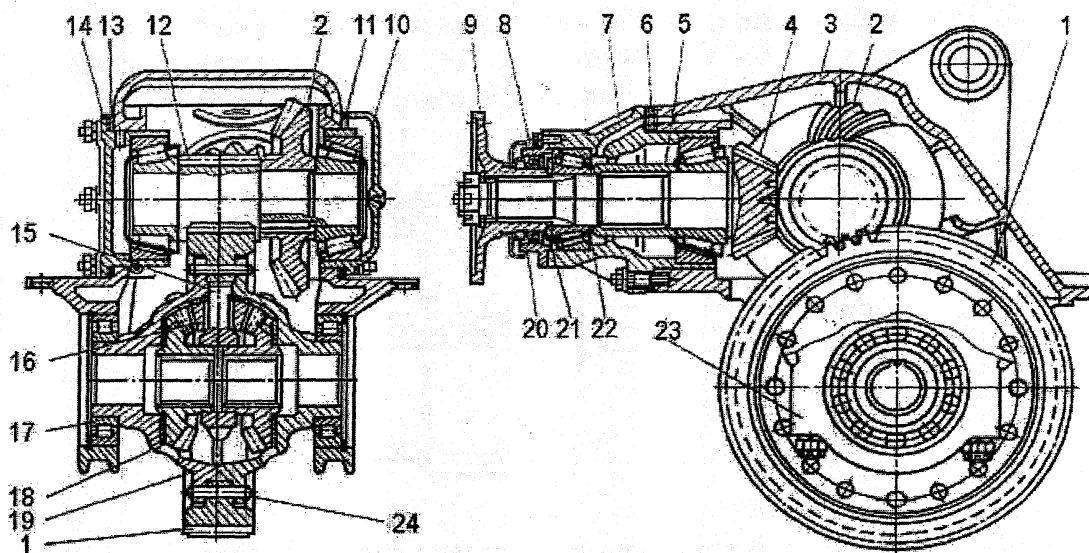
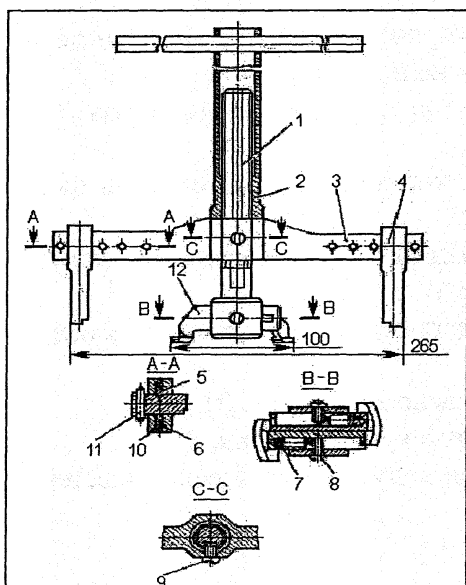
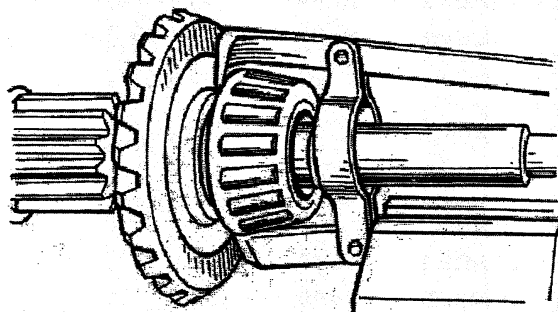
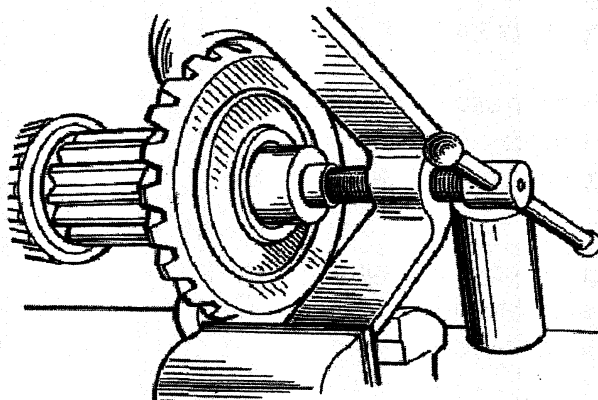

Рис. 30. Главная передача заднего (промежуточного) моста:
Рис. 31. Съемник для выпрессовки наружных колец подшипника из картера, крышек ведущей конической шестерни и ступиц колес:
Рис. 32. Спрессовка внутреннего кольца подшипника
Рис. 33. Спрессовка ведомой конической шестерни
1. Снять крышки 23 (рис. 30) подшипников дифференциала, а затем дифференциал в сборе. Установить крышки на прежние места. Картер редуктора и крышки подшипников дифференциала нельзя разуконплектовывать.
8. Съемником (рис. 31) выпрессовать наружные кольца конических подшипников из картера ведущей конической шестерни 4 (см. рис. 30), правой 10 и левой 14 крышек.
Съемником (рис. 32) спрессовать внутренние кольца подшипников с хвостовика ведущей конической шестерни 4 (см. рис. 30) и с шеек ведущей цилиндрической шестерни 12. Наружные и внутренние кольца конических подшипников при разборке связать проволокой во избежание их разукomплектования.
9. Съемником (рис. 33) спрессовать ведомую коническую шестерню 2 (см. рис. 30).
2. Запрессовать в корпус 7 (см. рис. 30) подшипников ведущей конической шестерни наружные, кольца подшипников
22. Установить на шпильки крепления крышки 14 (см. рис.30) левого подшипника регулировочные прокладки 13 в том же количестве, как и для правой крышки 10. После чего установить левую крышку 14 и закрепить ее двумя гайками.